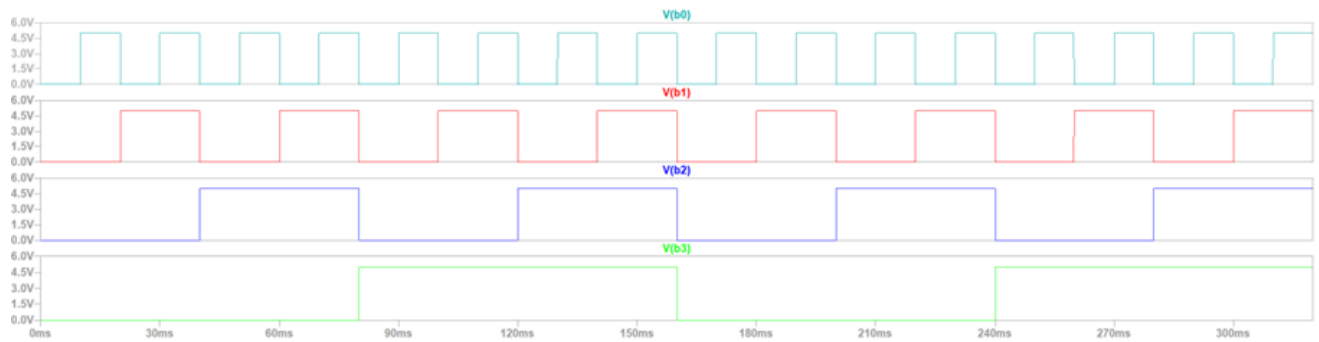

Figura 3 - Gráfico das tensões de cada uma das entradas digitais (V1, V2, V3 e V4 - sem operacional)
1. Efetue a montagem do circuito da figura 3, conversor D/A de 4 bits com uma ladder de resistências R-2R.